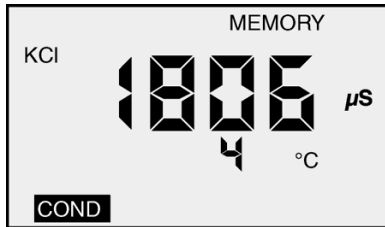

图 5
2. 出现 **MEMORY**（内存）图标，且温度显示短暂被数字（1-100）取代，该数字表示记录的位置。图 5 显示读数 1806 μS 存储在内存记录中第 4 条。